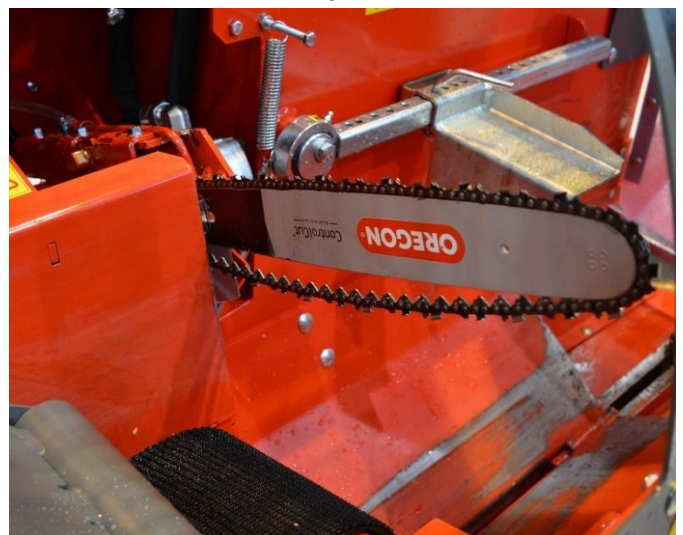

Bild 27a
5. Dra ner sågkedjan för att flytta sågmotorn framåt och för att lossa kedjan, som visas i bild 27a.